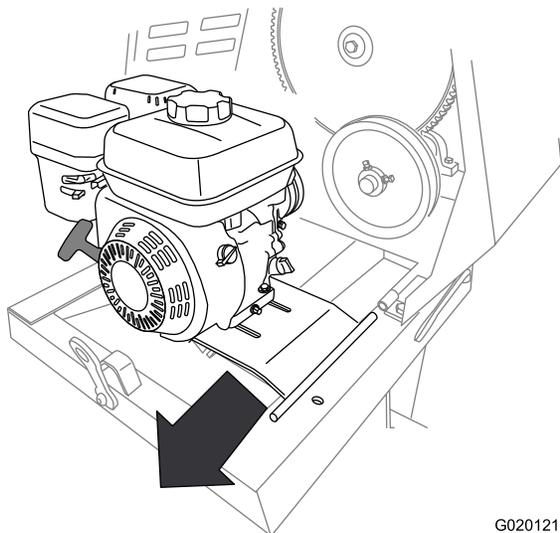

Figura 61
- Deslice la chapa del motor hacia atrás para retirarla del soporte delantero de la bisagra (Figura 61).
- Retire el motor y la chapa del motor de la máquina (Figura 61).
- Alinee el pivote de la chapa del motor con el soporte delantero de la bisagra (Figura 61).
- Deslice la chapa del motor hacia adelante encajando el pivote en el soporte delantero de la bisagra (Figura 61).
- Alinee el soporte trasero de la bisagra con el pivote de la bisagra de la chapa del motor (Figura 61).